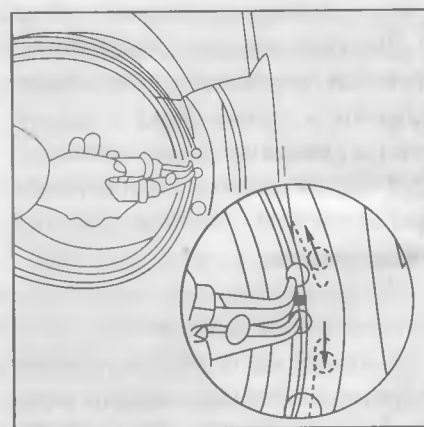

Рис. 23
4. Тонкими плоскогубцами освобождают дверное кольцо (рис. 23).